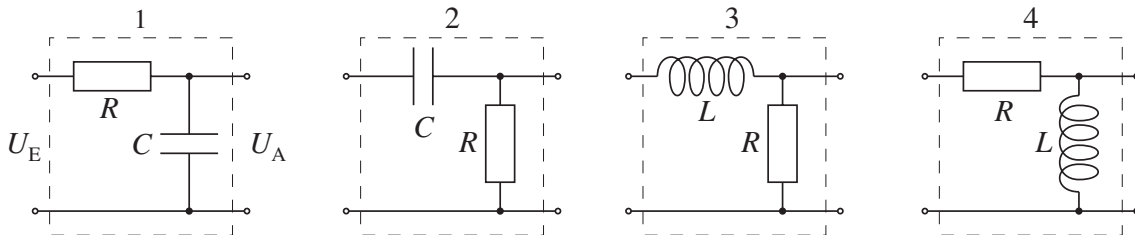

Abbildung 2.6: Hochpaß und Tiefpaß aus RC- und RL-Kombinationen
7. Folgende Vierpole (Abb. 2.6) wirken als frequenzabhängige Spannungsteiler. Argumentieren Sie qualitativ, welche der Schaltungen eher die hohen, welche eher die tiefen Frequenzen passieren läßt.